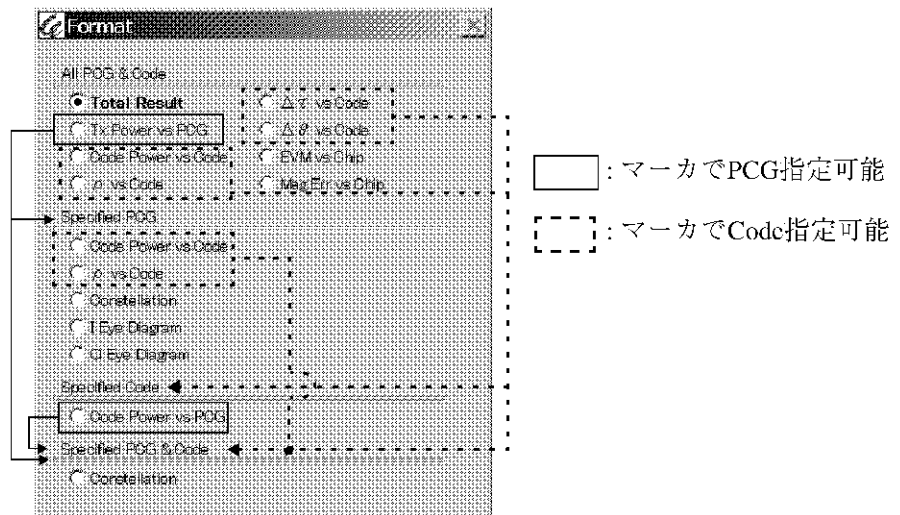

図 A-1 [Format] ダイアログ・ボックス
2、3、4 の PCG 指定と Code 指定を、図 A-1 [Format] ダイアログ・ボックス内の [All PCG & Code]、[Specified PCG]、および [Specified Code] のグラフのマーカで行うことができます。
[All PCG & Code] の電力対パワー・コントロール・グループ (PCG) グラフ ([Tx Power vs PCG]) と、[Specified Code] のコードごとの電力対パワー・コントロール・グループ (PCG) グラフ ([Code Power vs PCG]) において、マーカに連動させて PCG ごとのグラフを切り替えることができます (図 A-1 を参照)。
[Code Power vs Code]、[p vs Code]、 $[\Delta\tau \text{ vs Code}]$ 、 $[\Delta\theta \text{ vs Code}]$  を選択した場合、マーカに連動してコードごとの電力対パワー・コントロール・グループ (PCG) グラフ ([Code Power vs PCG]) と、PCG とコードを指定したコンスタレーショングラフ ([Constellation]) を切り替えることができます (図 A-1 を参照)。